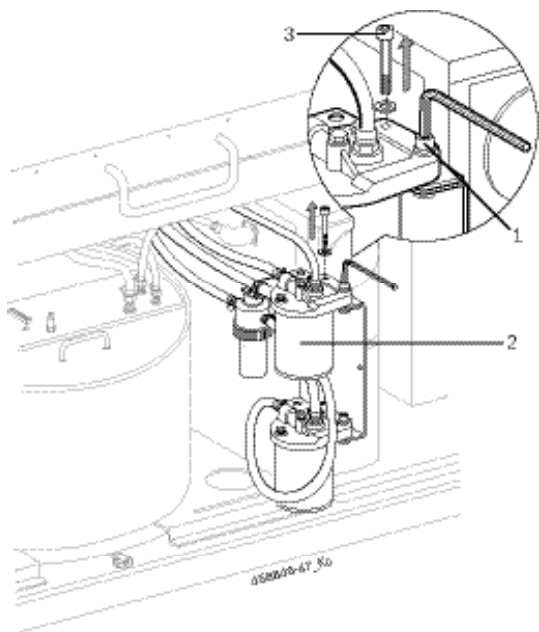

Fig. 14: Ослабление болтов фильтра испытательного масла
- Ослабьте передний болт (Рис. 14, Поз. 1), но не отсоединяйте.
- Отсоедините задний болт (Рис. 14, Поз. 3).